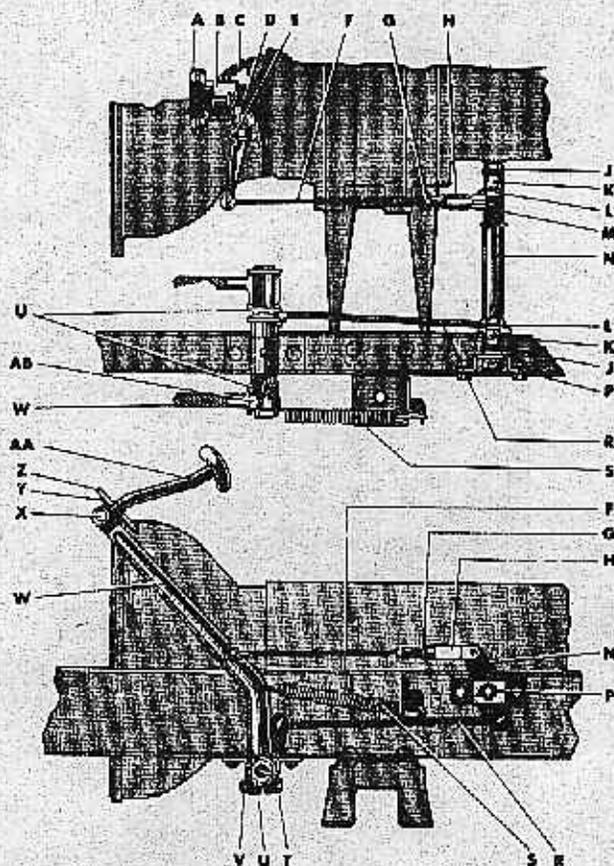

Figure 62. — Commandes d'embrayage.
A. Desserrer l'écrou de verrouillage de la chape de réglage du câble de commande d'embrayage (fig. 62 et 63). Dévisser la chape à l'aide d'une clé jusqu'à ce que la pédale ait une course de 2 cm (3/4 de pouce). Serrer l'écrou de verrouillage.